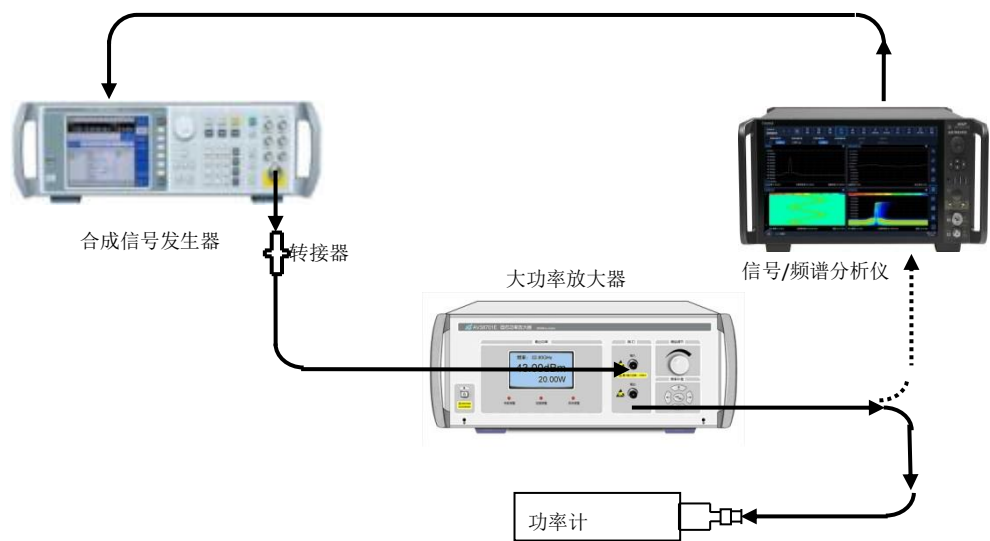

图 7.14 最大安全输入电平测试示意图
- 3) 按图 7.14 实线所示连接测试设备, 大功率放大器的输出电缆接 USB 功率计传感器;